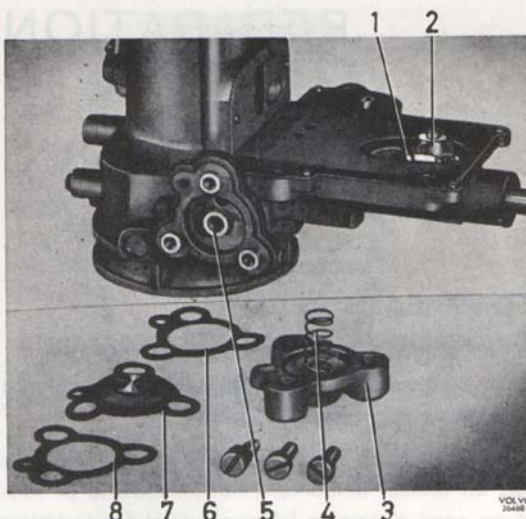

Bild 84. Ekonomiventil
- Demontera flottörventilen och ekonomiventilen, bild 84. Skruva ur volymskruven.
- Kontrollera att ekonomiventilens tallrik (7, bild 84) sluter tätt mot sitt säte (5). Tallriken kan läppas mot sätet med fin slippasta om så behövs.